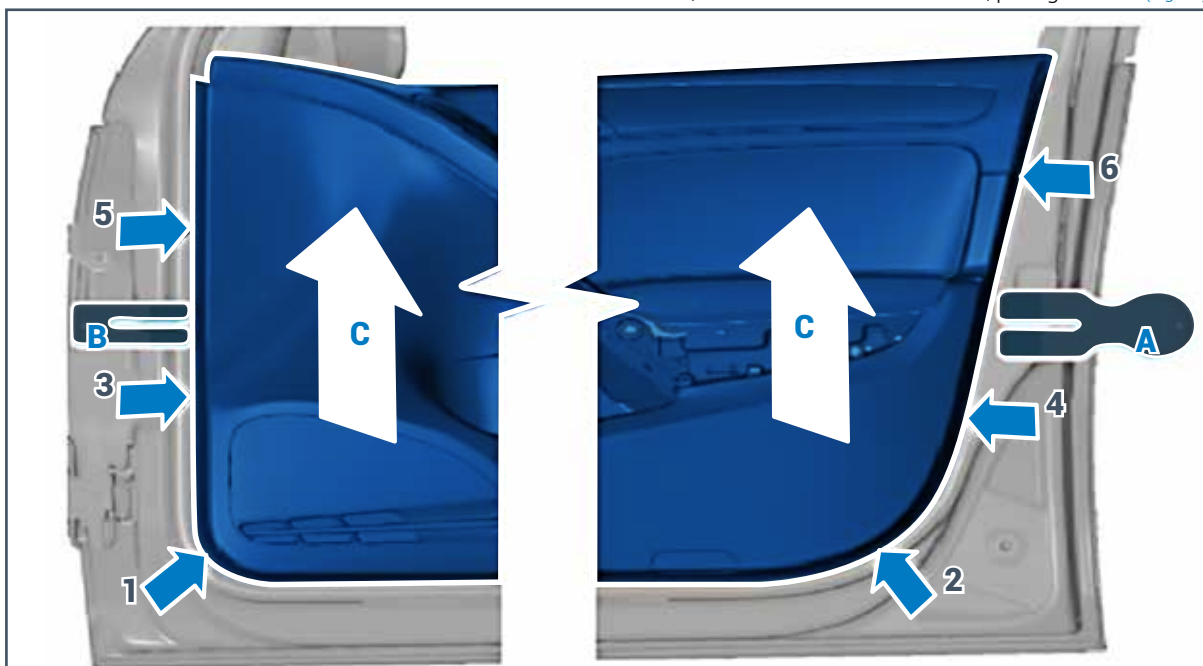

Fig. 11
7.1.2 Sganciare tutte le clip del rivestimento nella sequenza indicata usando delle leve in plastica (Fig. 11).
7.1.3 Sollevare il rivestimento tirando con decisione verso l'alto, come indicato dalle frecce **C**, per sganciarlo (Fig. 11).